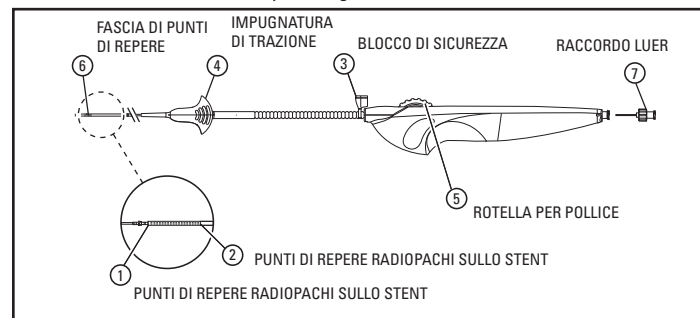

Figura 1.
7. Se il blocco di sicurezza  (fare riferimento alla figura 1) non è collegato al dispositivo, verificare che lo stent sia completamente bloccato all'interno del sistema di rilascio e posizionare il blocco di sicurezza come illustrato nella figura 1.
8. Collegare una siringa da 10 ml (cc) riempita di soluzione fisiologica al raccordo Luer ⑦ (fare riferimento alla figura 1) sull'impugnatura. Applicare pressione positiva. Continuare a irrigare fino a quando la soluzione fisiologica fuoriesce dall'estremità distale del lume per filoguida e dal collegamento tra guaina e punta. Nota: se il raccordo Luer non è presente al momento dell'ottenimento del dispositivo, potranno essere necessari più di 10 cc per irrigare l'intero dispositivo.
9. Rimuovere il raccordo Luer per l'irrigazione ⑦.
Procedura di apertura dello stent (fare riferimento alla figura 1)